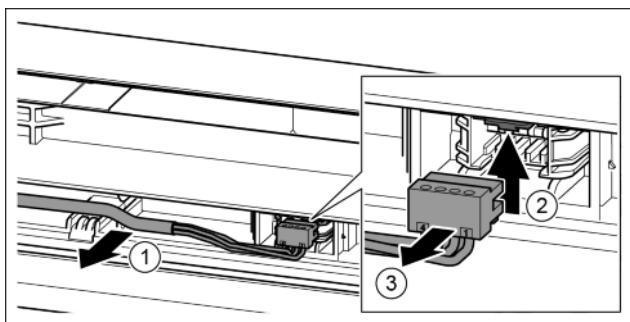

Fig. 24
- Oprezno odvojite sivi kabel iz vodilice u vratima. Fig. 24 (1)
- Jezičac pritisnite prema gore. Fig. 24 (2)
- Oprezno izvucite utikač. Fig. 24 (3)